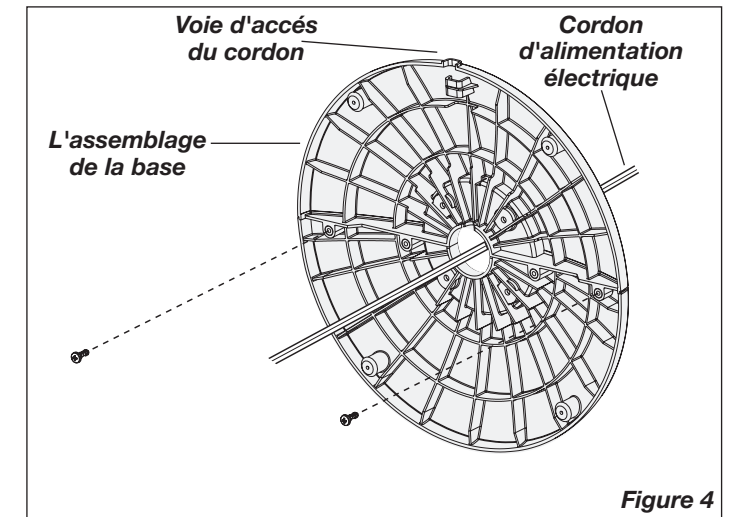

Figure 4
4. Fixer les moitiés de la base avec (2) vis M4 X 13mm. Passer le cordon d'alimentation électrique par le gros trou dans l'assemblage de la base. **REMARQUE:** La voie d'accès du cordon au bas de la base doit être vers l'arrière de la chaufferette. (Figure 4)